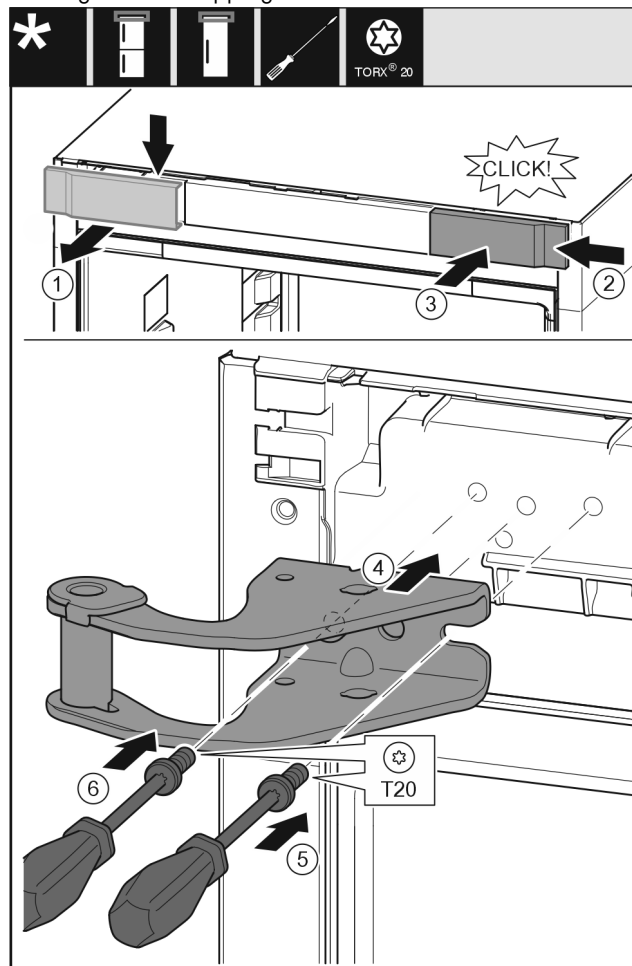

Fig. 14
- Ta av dekselet ovenfra og fremover. Fig. 14 (1)
- Monter dekselet fra høyre, dreid 180°, på den andre siden. Fig. 14 (2)
- La dekselet klikke på plass. Fig. 14 (3)
- Sett på den øvre lagerbukken. Fig. 14 (4)
- Sett skruen på og skru den fast med skrutrekker T20. Fig. 14 (5)
- Sett skruen på og skru den fast med skrutrekker T20. Fig. 14 (6)